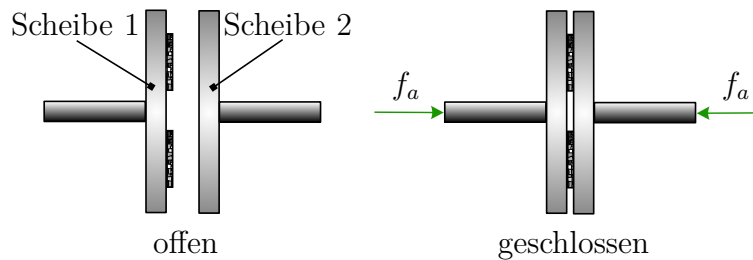

Abbildung 2: Reibkupplung.
2. Betrachtet wird eine Reibkupplung wie sie in Abbildung 2 dargestellt ist.